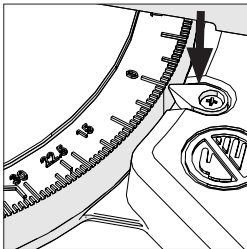

Fig. 14
**Nota:** Hay escalas duales de ángulos de inglete moldeadas en el lado derecho de la mesa giratoria. Un pequeño puntero mecanizado en la base de la máquina indica el ángulo seleccionado (**Fig. 14**).